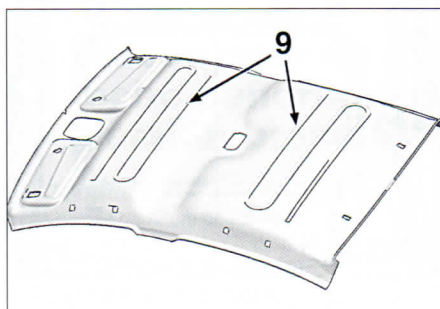

FIG. 49
Cortar las tiras de cola (9) con un cuchillo (GURIT) en el guarnecido de techo (fig. 49).